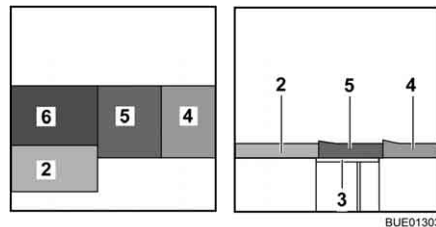

Fig. 126 Después de la transformación
- Colocar el cojín del asiento (Fig. 126,5) en el centro.
- Colocar el cojín del respaldo (Fig. 126,4) entre el cojín del asiento y la pared.